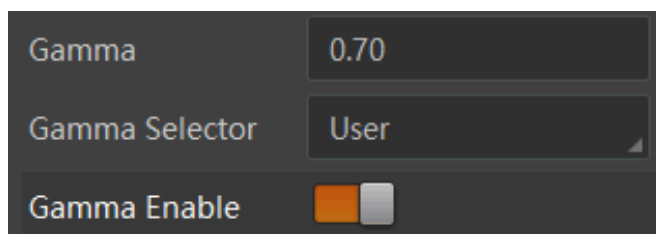

图7-34 User 模式
3. 在 *Gamma* 参数中输入需要设置的数值，如图 7-34 所示，参数范围为 0~4。